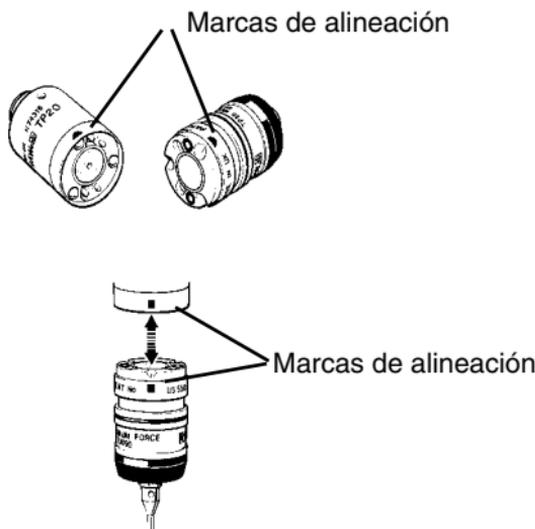

**Figura 3** - Colocación de la sonda TP20 en el adaptador FARO
Para instalar la sonda TP20, siga este procedimiento (véase la figura 3):
2. Coloque la llave S1 'C' (incluida) en el cuerpo de la sonda, como se muestra en la Figura 3.
Para instalar un palpador en el módulo de sonda, siga el siguiente procedimiento (véase la figura 3):